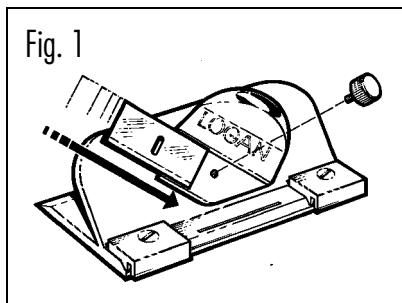

Fig. 1
- 1 Einlegen der Klinge durch Entfernen des Knopfes und Einschieben der Klinge in den Klingenschlitz (Fig. 1)
- 4 Schneiden des Passepartouts (Fig. 1)